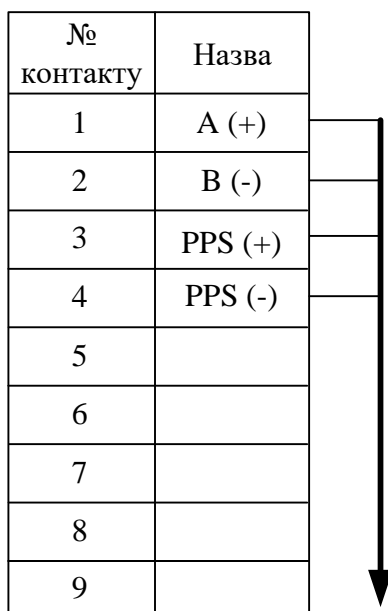

Рис. 20. Схема розпаювання роз'єму RS-485/PPS
8.13. За необхідності можна під'єднати Пристрій до локальної інформаційної мережі на основі інтерфейсу RS-485. Під'єднання здійснюється через роз'єм X2. Це стандартний DB9 роз'єм, схема розпаювання якого наведена на рис. 20. Для організації локальної інформаційної мережі на основі інтерфейсу RS-485 слід дотримуватися загальних принципів побудови такої мережі.